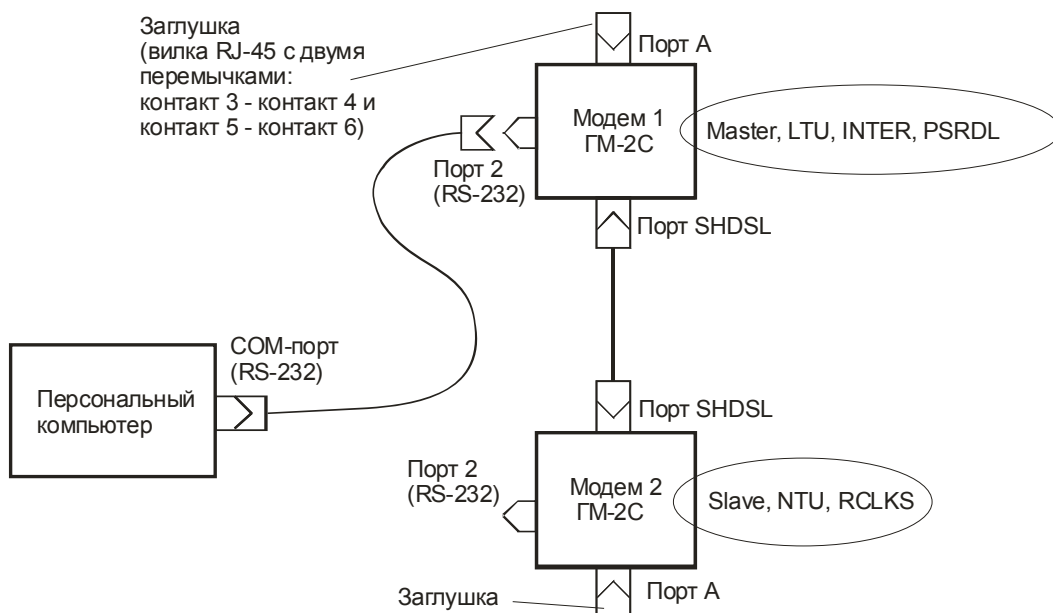

Рис. 9. Схема проверки работоспособности модемов
- 1\*. Соедините модемы в соответствии со схемой, приведенной на Рис. 9. В качестве линии связи (SHDSL) можно использовать штатный кабель, если испытывается реальная система передачи данных. Можно использовать короткий отрезок витой пары, если проверяется работоспособность модемов без влияния линии. Схема изолирована от внешней аппаратуры, подключаемой к портам А, и поэтому позволяет локализовать возможные ошибки, связанные с неправильной настройкой, повышенным уровнем помех в линии связи (SHDSL) и т. п. В разъёмы портов А рекомендуется установить вилки (заглушки) для возврата данных с выхода передатчика на вход приёмника каждого порта. Соединения между контактами заглушки приведены на Рис. 9. В отсутствие заглушек индикаторы STATE будут гореть красным светом независимо от состояний модемов, что может вызвать сомнения в правильности их работы.